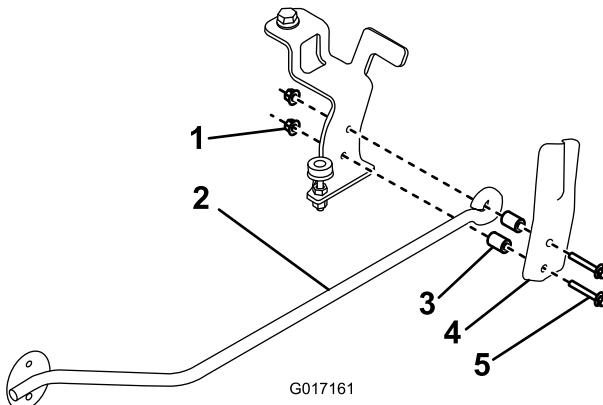

Figure 3
5. Montez un ressort et une tige sur le support de brosse avec (2) boulons (M6 x 40 mm), entretoises et contre-écrous (M6), comme montré à la Figure 3.